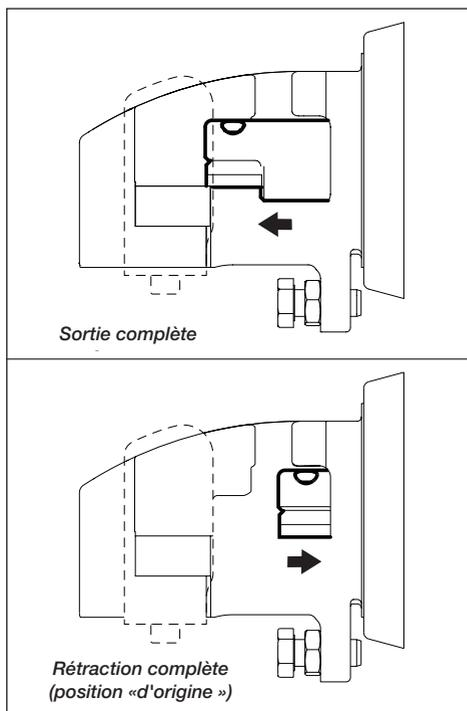

Figure 3, Positions du piston (vue de dessus)
2. Assurez-vous que le piston est en position « origine » (entièrement rentré). Voir la figure 3.